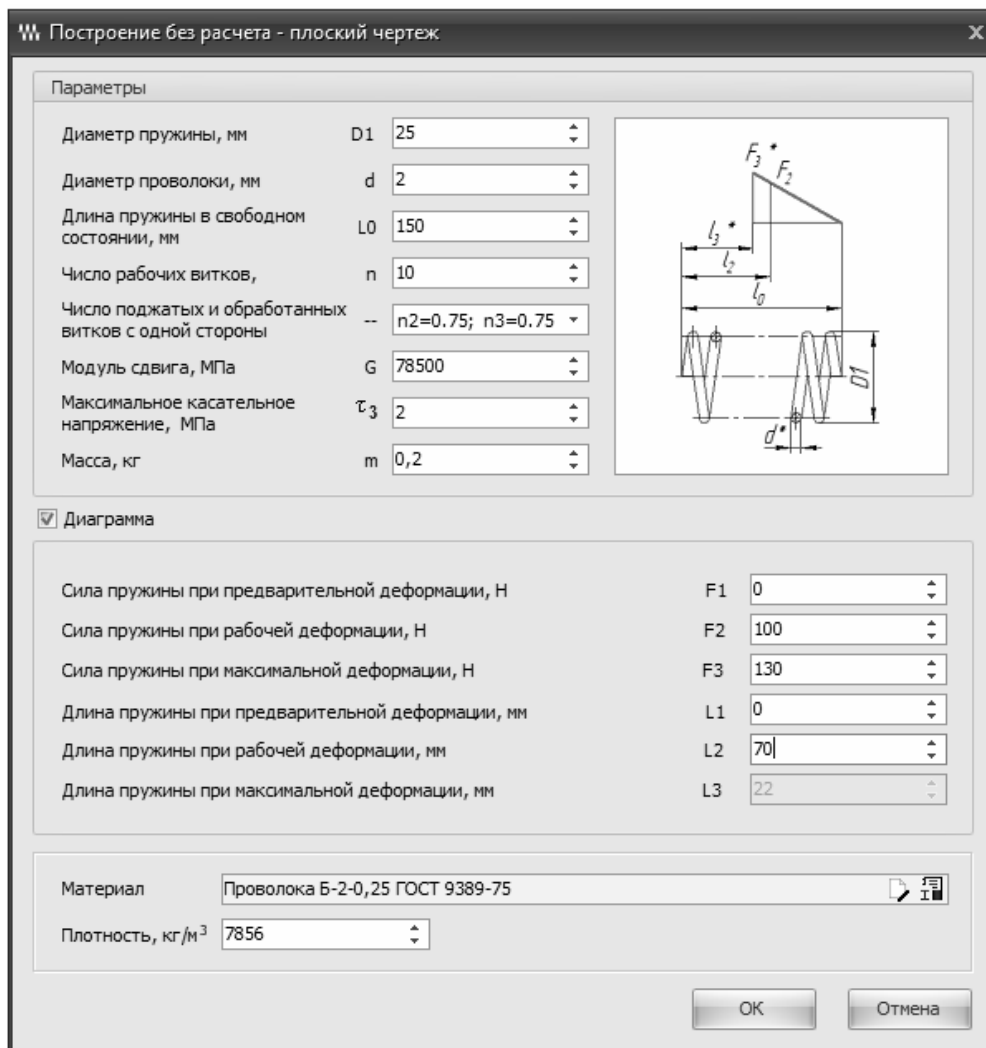

Рис. 13.2. Окно «Построение без расчета – плоский чертеж»
3. В окне «**Построение без расчета – плоский чертеж**» заполните поля в соответствии с заданием. Поставьте галочку в поле **Диаграмма** и заполните открывшиеся параметры (значения возьмите из чертежа) → поле «**Материал**» заполните с помощью справочника «**Материалы и сортаменты**» (рис. 13.2). Нажмите кнопку «**ОК**».